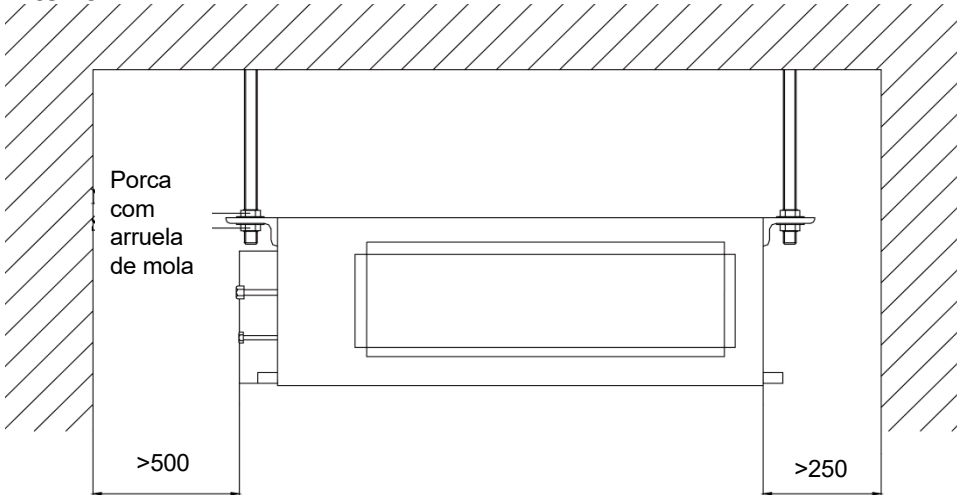

Fig.2
- 4) Certifique-se de que o espaço de instalação mostrado na Fig.2 é suficiente, de modo a permitir uma eventual manutenção.